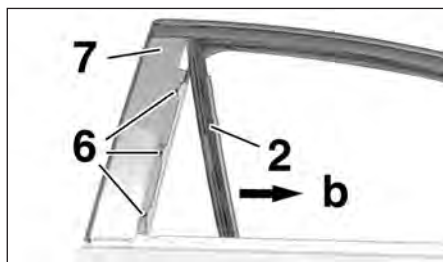
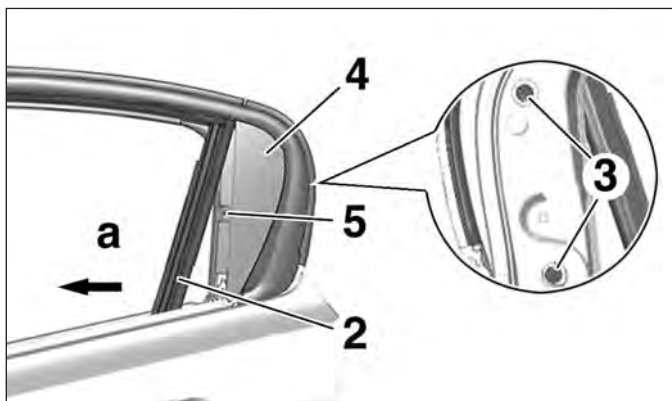

FIG. 117
FIG.116
- le joint de coulisse (2) suivant la flèche (a) (Fig.116).
- les vis (3) de l'enjoliveur (4) de porte arrière,
- le rivet (5) à l'aide d'un foret de 8 mm.
- Dégrafer la partie avant du joint de coulisse (2) suivant la flèche (b) (Fig.117).
- les rivets (6) de la garniture avant extérieure (7) d'encadrement de fenêtre à l'aide d'un foret de 8 mm,
- la garniture avant extérieure (7) d'encadrement de fenêtre,